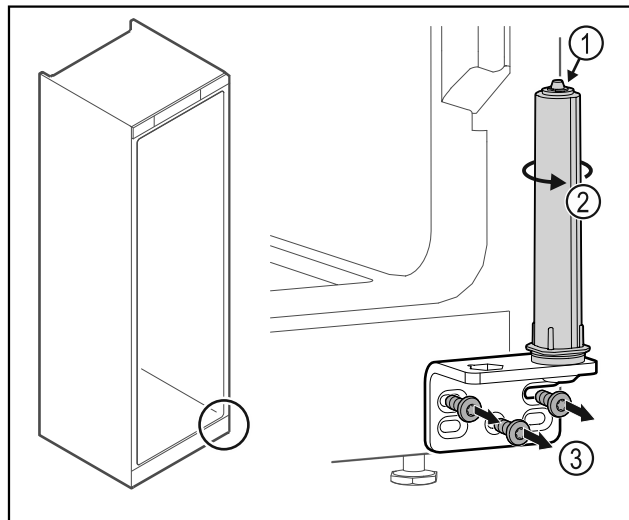

Fig. 30
- Deursluitsysteem niet uit elkaar halen Fig. 30 (1).
- Sluitsysteem Fig. 30 (2) draaien tot het klikt.
- Scharnierhoek Fig. 30 (3) losschroeven.